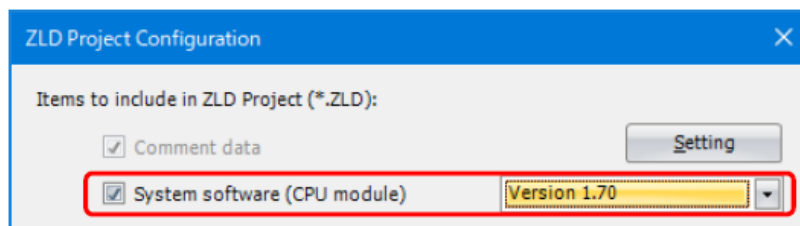

图 9 ZLD 项目配置对话框的配置
9. 勾选“系统软件（CPU 模块）”（图 9）。
10. 选择“版本 1.70”（图 9）。